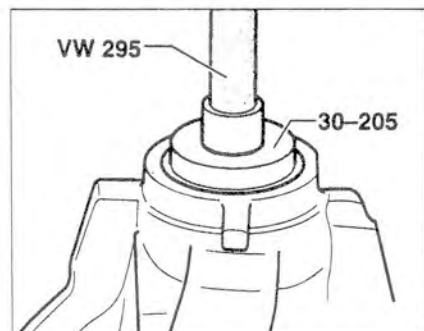

Рис. 5.105. Запрессуйте наружное кольцо конического роликового подшипника (со стороны фланца).
12. Запрессуйте наружное кольцо конического роликового подшипника (со стороны фланца) (рис. 5.105).